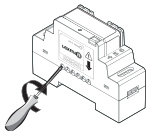

figure 3
4. Vissez les 6 vis du récepteur afin de fixer les deux éléments entre eux (voir figure 3).